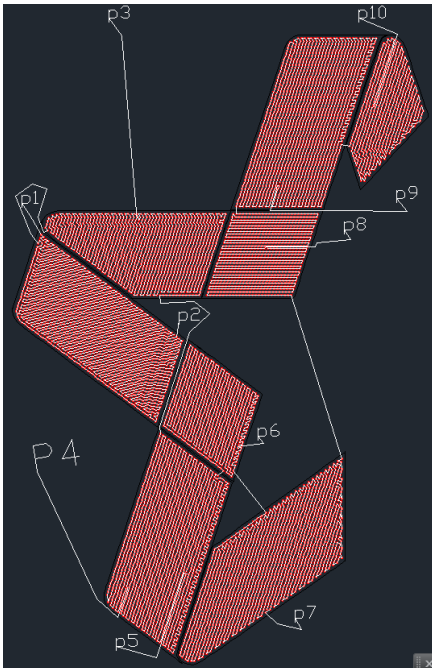

Рисунок 4.
- отсутствует или выполнена неправильно последовательность назначения точек ввода управляющего сигнала (номера каналов). **(Рисунок 4);**